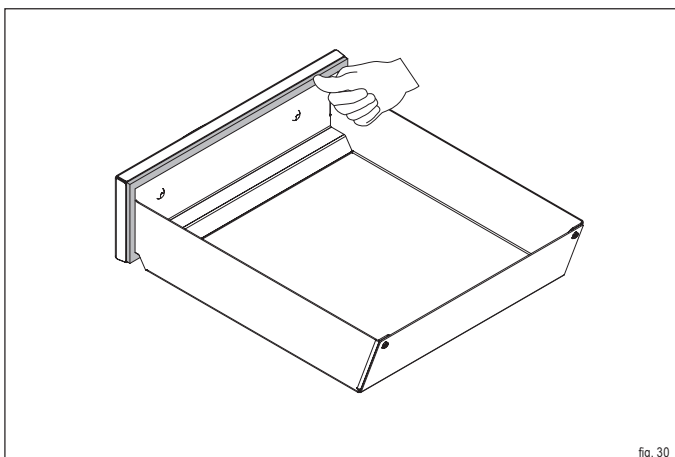

fig. 30
- ▶ Premere omogeneamente la nuova guarnizione nella guida del cassetto di raccolta della cenere (fig. 30).